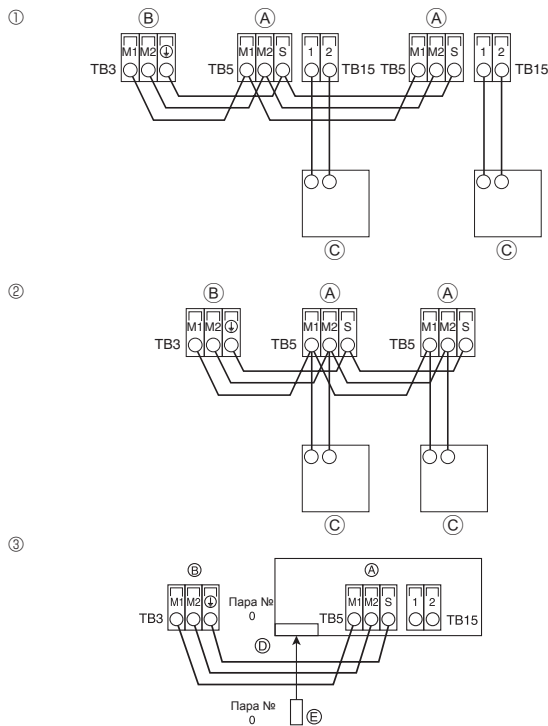

Fig. 6-3
6.4. Підключення пульта дистанційного керування, внутрішніх і зовнішніх кабелів передачі (Fig. 6-3)